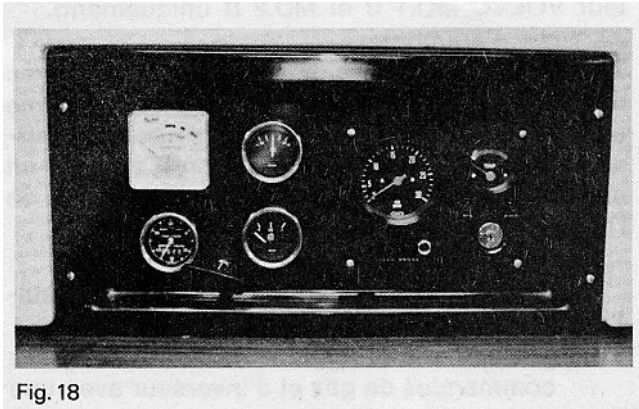

Fig. 18
- les voyants de charge et de pression d'huile doivent être éteints. fig. 18